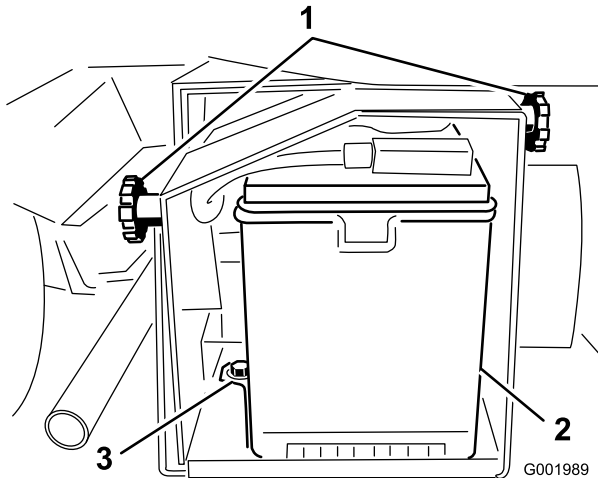

Bild 57
2. Lösen Sie die Handräder an beiden Seiten des Batteriekastens und nehmen Sie die Batterieabdeckung ab (Bild 57).
5. Nehmen Sie die Batteriehalterungen und -befestigungen ab (Bild 57).
2. Setzen Sie die Batteriehalterung auf und befestigen Sie sie mit den drei vorher entfernten Befestigungen (Bild 57).
4. Setzen Sie die Batterieabdeckung auf und befestigen Sie sie mit den zwei Handrädern (Bild 57).
1. Lösen Sie die Handräder an beiden Seiten des Batteriekastens und nehmen Sie die Batterieabdeckung ab (Bild 57).